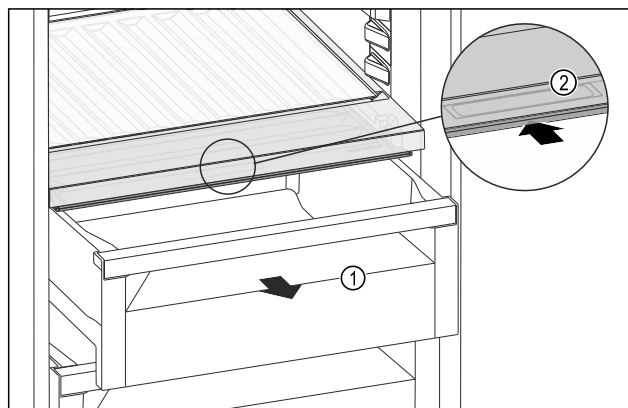

Fig. 224
- Retirer le tiroir Fig. 224 (1).
- Saisir la poignée encastrée Fig. 224 (2) du couvercle du compartiment et pousser le couvercle du compartiment vers l'arrière.